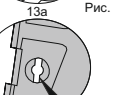

Рис. 13
7. Только для корпусов HH Favori®T. Если вы впервые используете панорамное прозрачное покрывное стекло, вам необходимо отверстием другим острым предметом пробить отверстия для кнопок-фиксаторов панорамного стекла (специальные пазы в корпусе) (рис. 13: 13а - пробитый паз, 13б - непробитый паз).